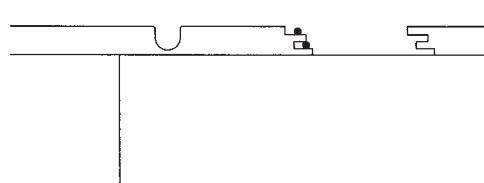

Fig 5
10. Skivorna limmas noggrant i not och fjäder (se fig 5 och 6) samt mot regler och kortlingar. **Limtyp:** PVAC-lim t ex Casco 3304 eller likvärdigt. Limmängden skall vara så riklig att hela fogen fylls med lim och ett mindre överskott pressas fram vid monteringen. Detta överskott avlägsnas. **Limåtgång:** Ca 1 liter/10 m² för punkt 9 och 10.